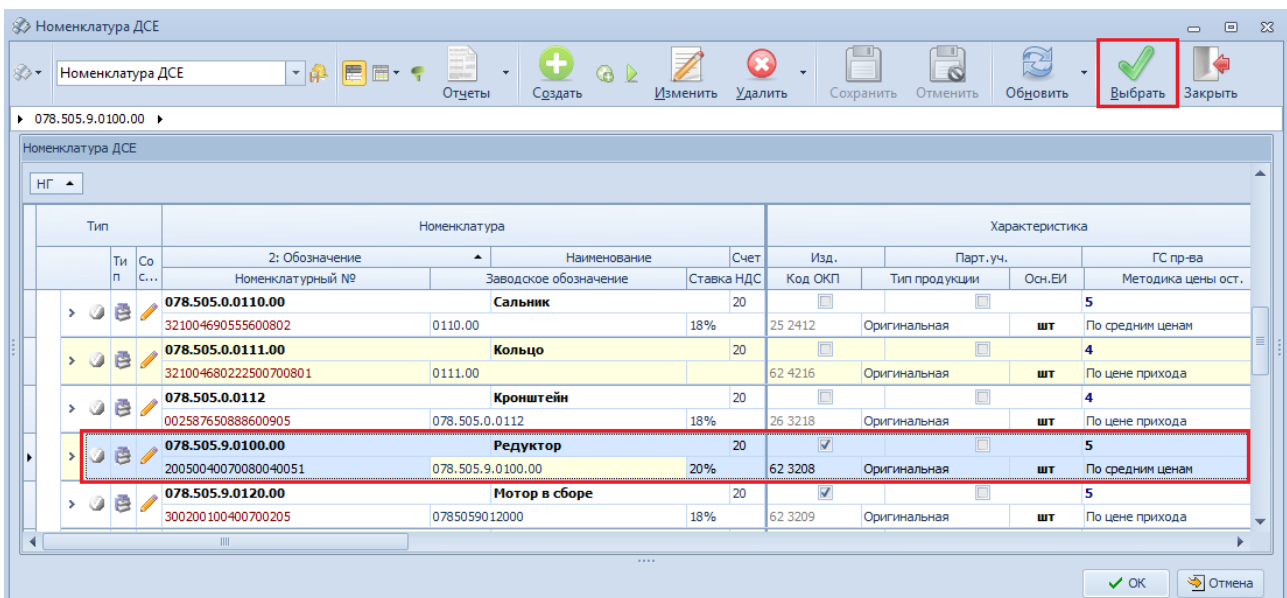

Рисунок 38. Пример выбора изделия в окне справочника "Номенклатура ДСЕ"
- 5.1 Заполнить поле атрибута «Обозначение». Для этого в поле атрибута «Обозначение» нажать кнопку **Выбор «...»**. В открывшемся окне «Номенклатура ДСЕ» выбрать нужное изделие «Обозначение» и «Наименование», и выделить его, щёлкнув по нужной строке таблицы с данными, левой кнопкой мыши (рис. 38).
- 5.2 На панели инструментов окна справочника «Номенклатура ДСЕ» нажать кнопку **Выбрать** (см. рис. 38).